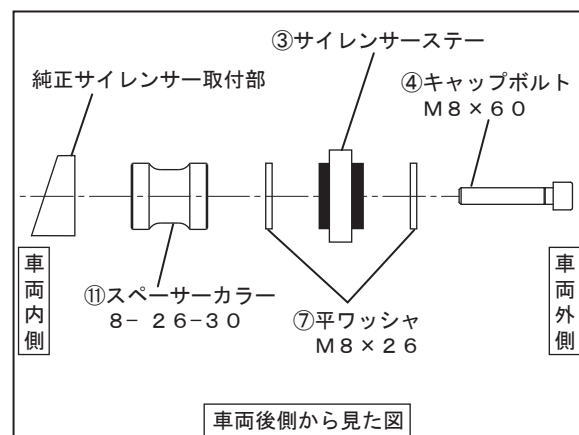

FIG. 7
7. ③サイレンサーステーを④キャップボルトM8×60、⑦平ワッシャM8×26、⑪スペーサーカラー8-26-30を使用して、車両の純正サイレンサー取付部に仮締めして下さい。（FIG. 7 参照）